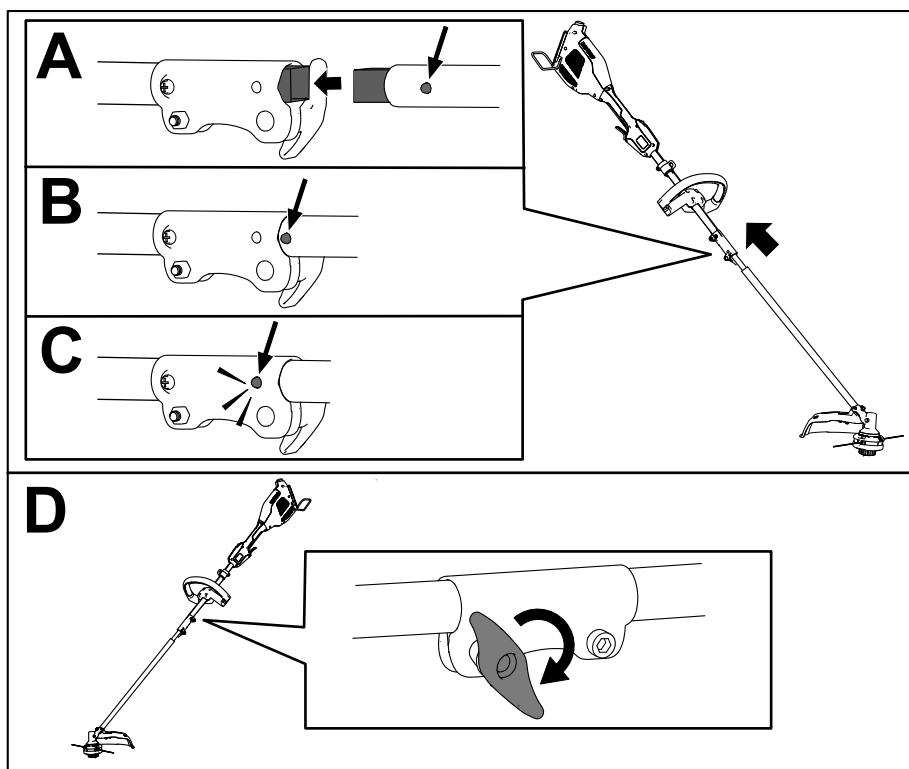

Figura 3
1. Instale el tubo cuadrado del accesorio en el tubo cuadrado de la unidad de potencia (Figura 3, A).
2. Alinee el botón de bloqueo de la barra inferior con el orificio ranurado de la barra superior, y junte las dos barras (Figura 3, B y C).
3. El botón de bloqueo encaja en el orificio ranurado al juntarse las barras (Figura 3, C).
4. Usando la maneta, apriete el tornillo del conector de la barra hasta que quede firme (**Figura 3, D**).
2. Afloje la maneta del conector de la barra (Figura 3).
3. Presione el botón de bloqueo hacia abajo y separe las dos barras (Figura 3).